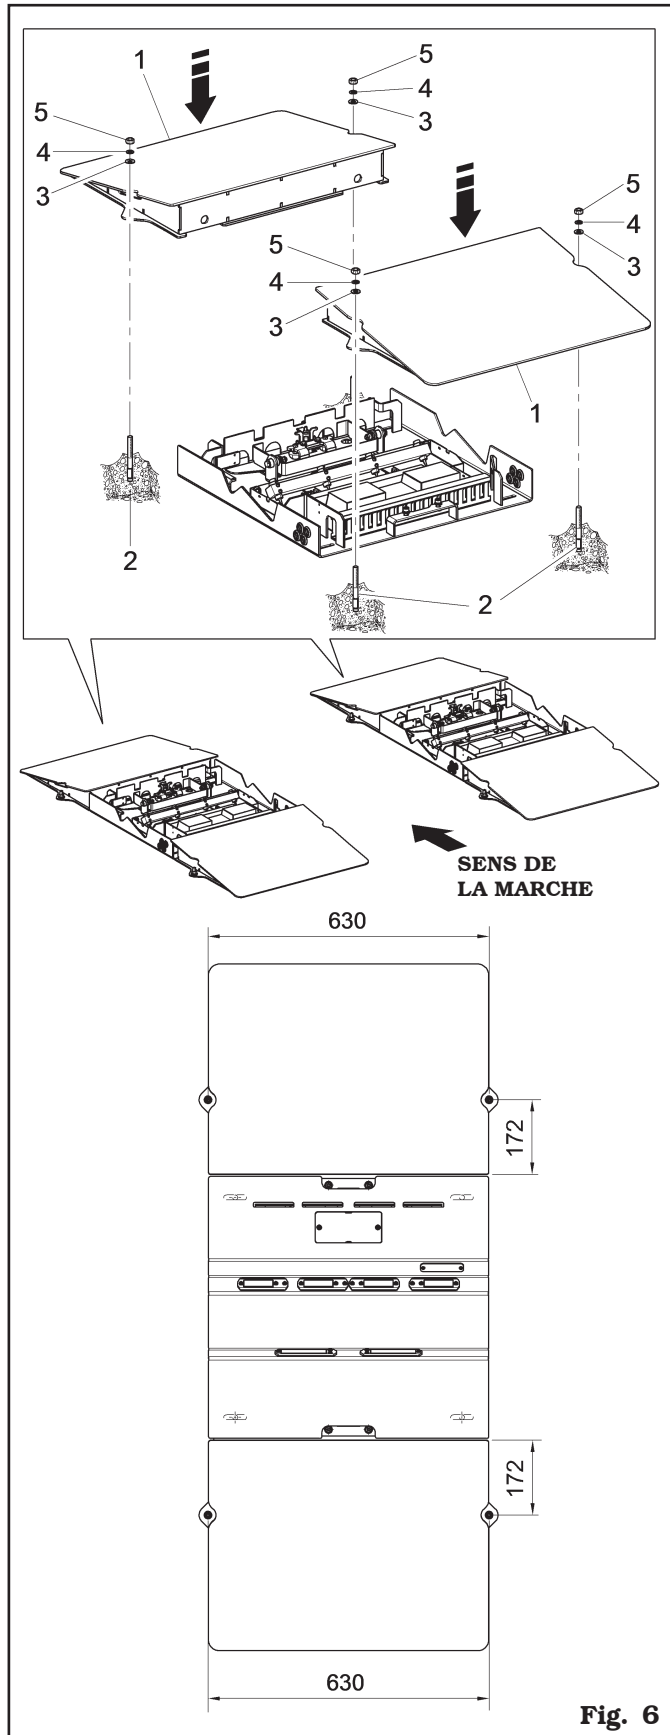

Fig. 6
2. Fixer les rampes (**Fig. 6 réf. 1**) au sol de l'établissement en utilisant les tasseaux (M8) (**Fig. 6 réf. 2**), les rondelles (D8) (**Fig. 6 réf. 3-4**) et les écrous (M8) (**Fig. 6 réf. 5**), fournis en dotation.